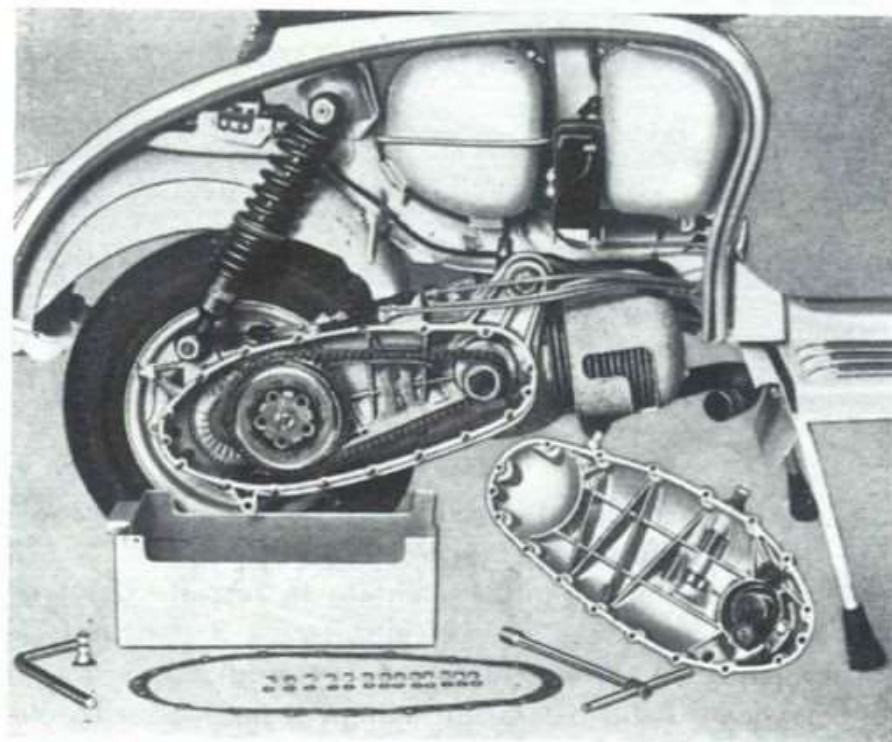

Fig. 2
- 6 Smontare il coperchio dal carter: svitare i 13 rimanenti dadi, vedi fig. 2. Per togliere rapidamente le rondelle elastiche sotto i dadi è opportuno servirsi di una calamita.